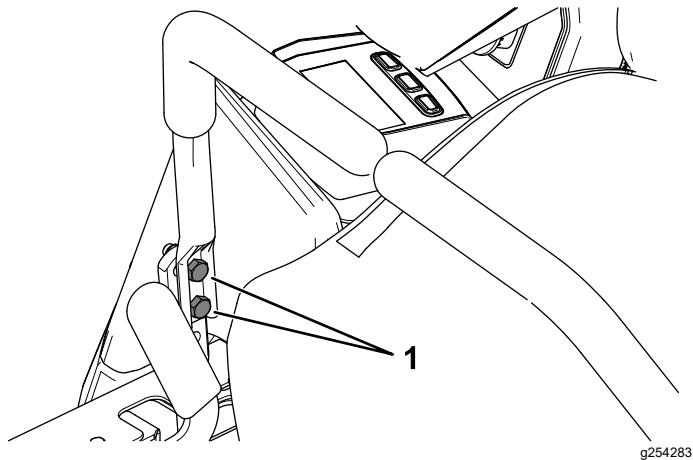

Figure 52
- Si l'alignement doit être corrigé d'un côté, desserrez les 2 boulons de fixation du levier de commande de déplacement du côté concerné (Figure 52).
- Resserrez les 2 boulons de fixation du levier de commande de déplacement (Figure 52).